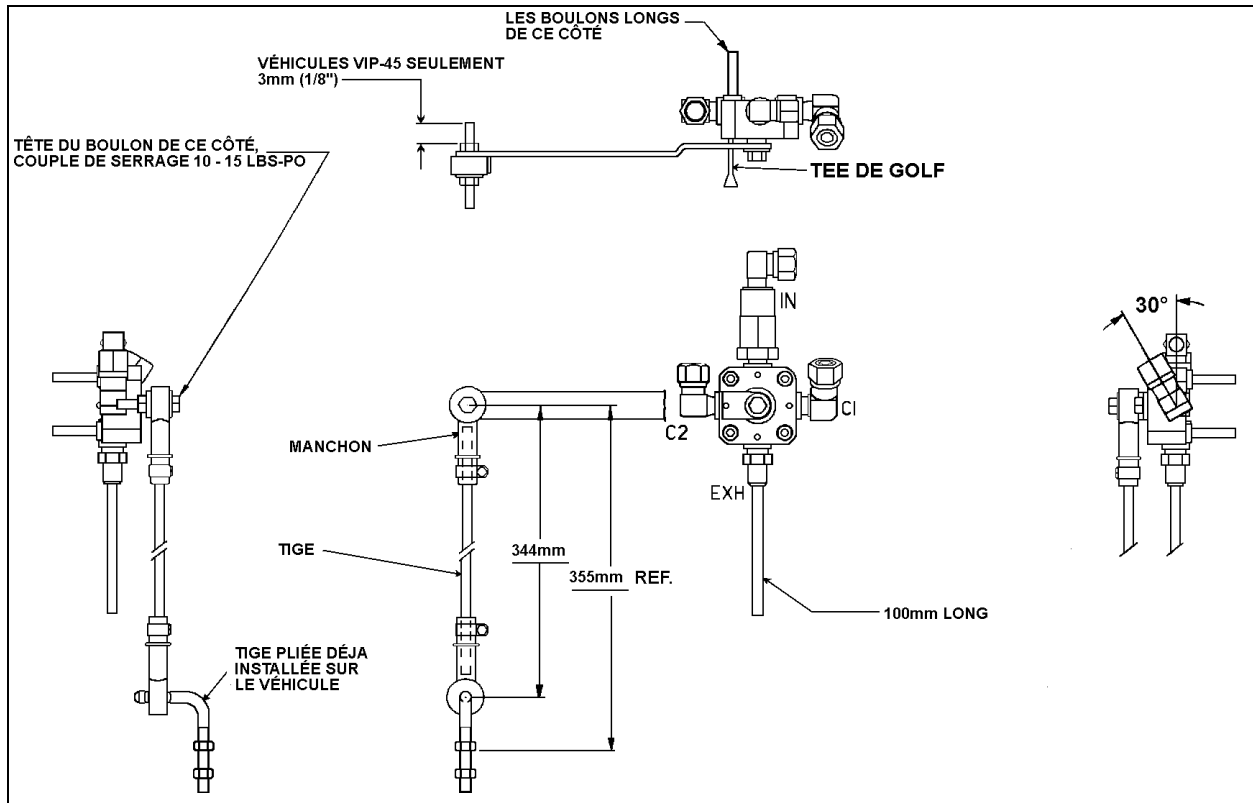

FIGURE 2: INSTALLATION DE LA SOUPAPE DE COMMANDE DE HAUTEUR AVANT
6. Démontez l'ensemble soupape, jeter la soupape Neway tout en prenant soin de garder les raccords. Retirer les étranglements insérés dans les raccords, jeter les étranglements. Nettoyer les raccords et entourer les filets de produit d'étanchéité Teflon en pâte. Ajouter un clapet de non-retour (Prévost no 640135) sur l'admission de la soupape. Ne pas utiliser un étau pour serrer le corps de la soupape lors du remontage des raccords, visser des écrous sur les goujons et serrer les écrous dans l'étau. Éviter de trop serrer les raccords, serrer à la main seulement, ajouter un tour et demi puis positionner à l'angle désiré. Afin d'assurer le bon fonctionnement de la soupape, tourner le levier de commande trois fois dans les deux sens. Monter le raccord (Prévost no 631332) muni de la tuyauterie flexible (Prévost no 503402) sur l'orifice d'échappement et raccorder les canalisations des ballons aux raccords C1 et C2 (voir la fig. 2).
9. Monter le manchon de caoutchouc (Prévost no 630133) sur la tige pliée déjà installée, insérer la nouvelle tige (Prévost no 131308) dans le manchon puis monter le deuxième manchon (Prévost no 630117) sur la tige. Fixer à l'aide des colliers de serrage (Prévost no 504014) selon la fig. 2.